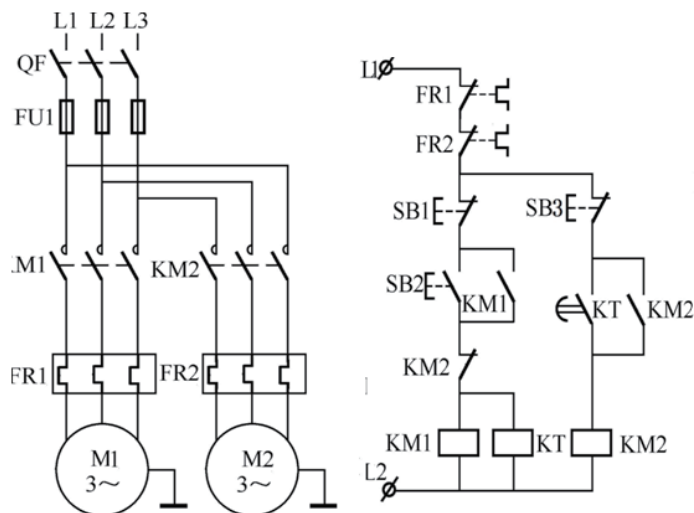

图 3-13 系统的设计与制作参考图
某系统由 2 台电动机 M1 和 M2 拖动，拖动要求 (1)M1 先启动，经过 10s 后 M2 启动；(2) M2 启动后，M1 立即停止。电动机型号为 Y-112M-4，4KW、380V、△接法、8.8A、1440r/min，请按要求完成该部分电气系统的设计、安装、接线、调试与功能演示，（现场提供的电路原理图进行安装如下图 3-13 所示）。